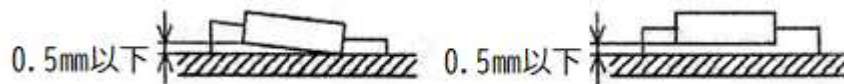

図 1 抵抗の浮き上がり限界
- ① 抵抗は、プリント基板にほぼ密着させて取り付けること。なお、浮き上がり限界は図 1 に示すとおりとする。